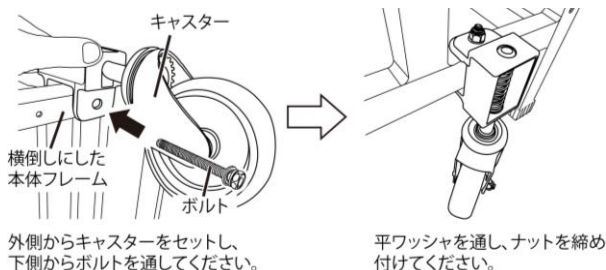

図1
- ①本商品を横倒し状態にし、本体フレームのキャスター取付穴位置に合わせてキャスターを外側からセットしてください。続いて、下側からボルトを通し、平ワッシャ、ナットを使用して本体フレームにキャスターを固定してください（図1参考）。
- ②残りのキャスターも同様の手順で取り付けしてください。